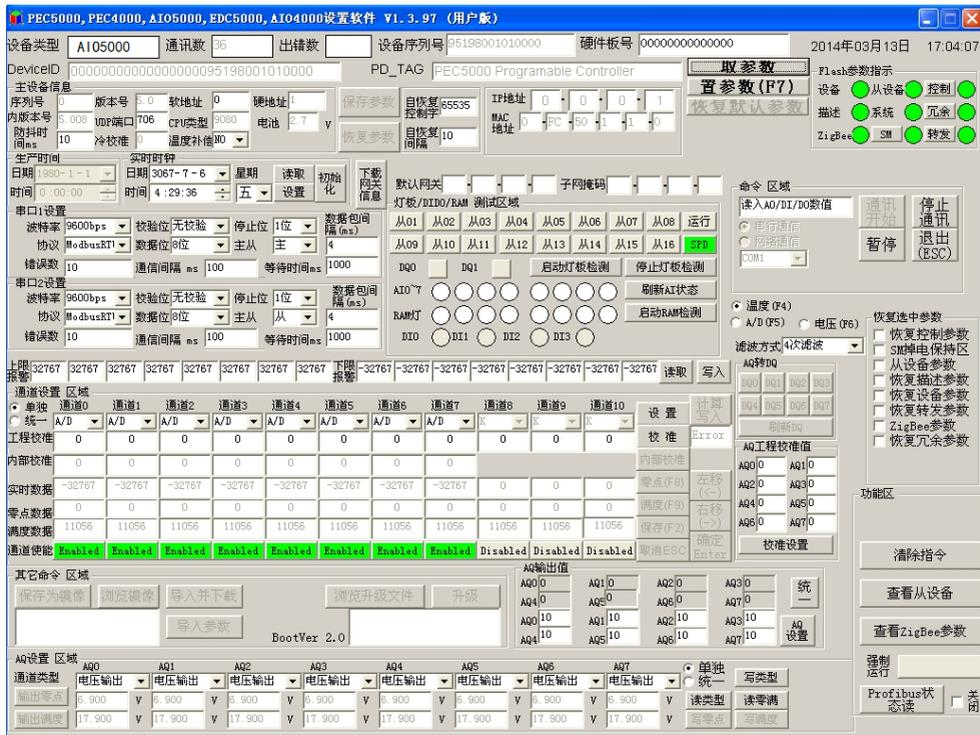

图 6-1-2 AIO5000 用户设置软件
(2) 启动设置软件：启动 AIO5000 用户设置软件，进入如图 6-1-2 所示界面，单击“通信”按钮。设置软件连接控制器，读取控制器系统参数，进入参数设置状态。
(3) 参数设置：点击“取参数”按钮，将控制器现在运行的参数显示在软件界面上。“置参数”按钮则将软件界面中的已经修改的参数下载至控制器中，完成对控制器系统参数的设置。“恢复默认参数”是将控制器的所有参数恢复至出厂的设置。